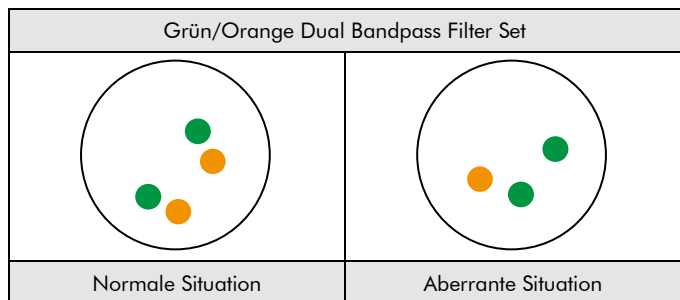

Abb. 2: Zu erwartende Ergebnisse in normalen und aberranten Zellkernen
**Normale Situation** In Interphasen von normalen Zellen oder Zellen ohne eine Deletion des 19q13 Locus erscheinen zwei orange und zwei grüne Signale (siehe Abb. 2).
**Aberrante Situation:** In einer Zelle mit Deletion, die den 19q13 Locus betrifft, kann eine reduzierte Anzahl oranger Signale beobachtet werden. Deletionen, welche nur Teile des 19q13 Locus betreffen, können zu einem normalen Signalmuster mit orangen Signalen reduzierter Größe führen (siehe Abb. 2).